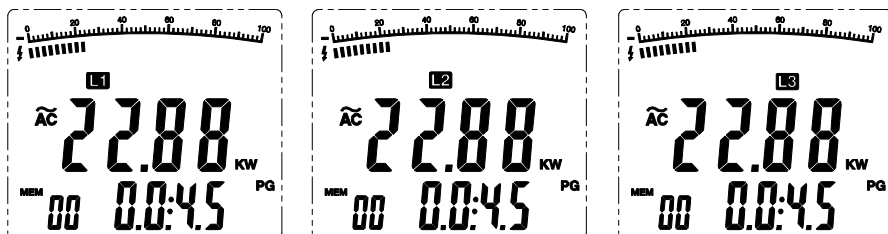

Figura 8
2. Pressione o botão **L1-L2-L3** para escolher a primeira fase **L1** (veja a figura 8). As visualizações duplas mostram o valor kW de potência ativa e o valor de Ângulo de Fase (PG).